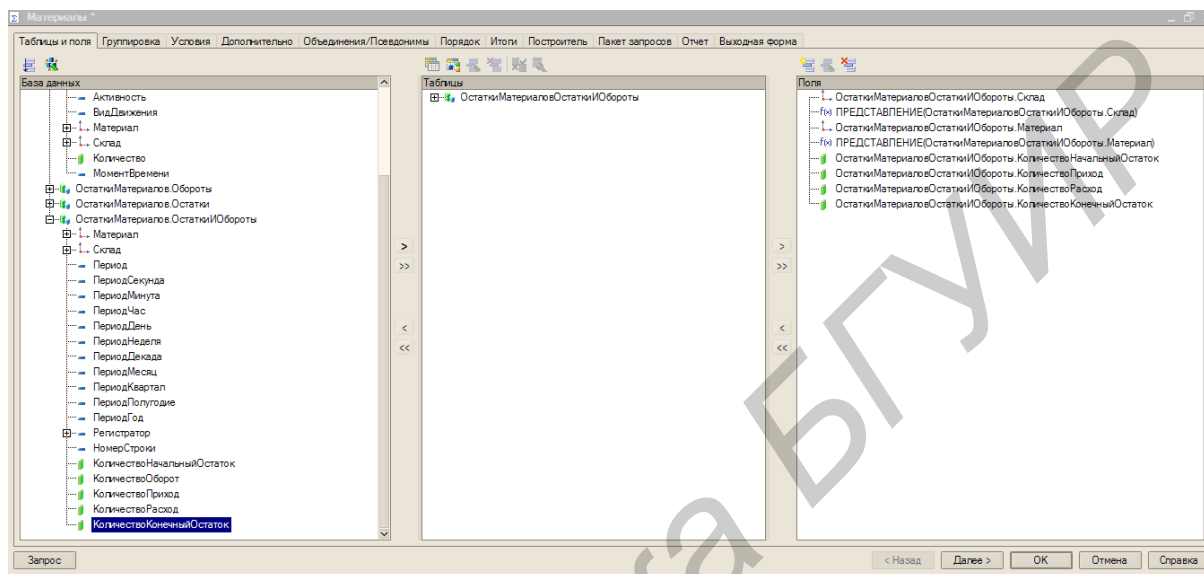

Рис. 5.13. Окно *Материалы*
2. Выберите поля таблицы в нужном вам порядке двойным щелчком мыши. Сначала выберите *Склад* и *Материал*, затем *КоличествоНачальныйОстаток*, *КоличествоПриход*, *КоличествоРасход* и в заключение – *КоличествоКонечныйОстаток*. В результате окно *Поля* должно быть заполнено, как показано на рис. 5.13.